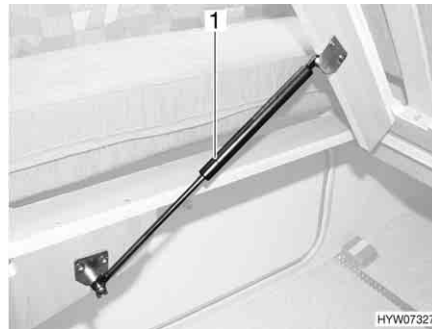

Fig. 112 Letto fisso
- Sollevare il telaio portamaterasso. Le molle a gas (Fig. 112,1) mantengono il telaio portamaterasso in posizione di apertura.